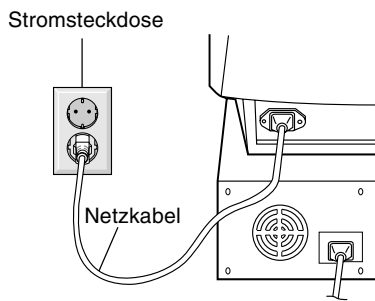

Abbildung C.1
6. Stecken Sie ein Ende des Netzkabels auf der Rückseite des Monitors und das andere Ende in die Steckdose ein (**Abbildung C.1**).